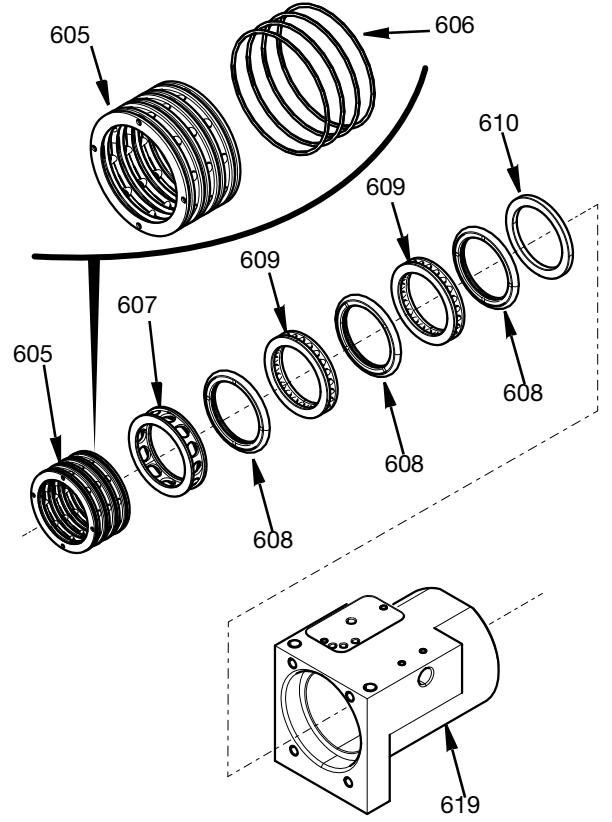

FIG. 22
2. Tüm parçaları aşağıdaki şekilde gösterildiği gibi rakor muhafazasına dikkatlice yerleştirin: FIG. 22. Halka contalar (606), rakor muhafazası deliğine yerleştirilmeden önce hava dağıtım halkasına (605) monte edilmelidir. Montajdan önce tüm contaların ve rakor muhafazası deliğinin hafifçe yağlandığından emin olun. Bkz. FIG. 22.